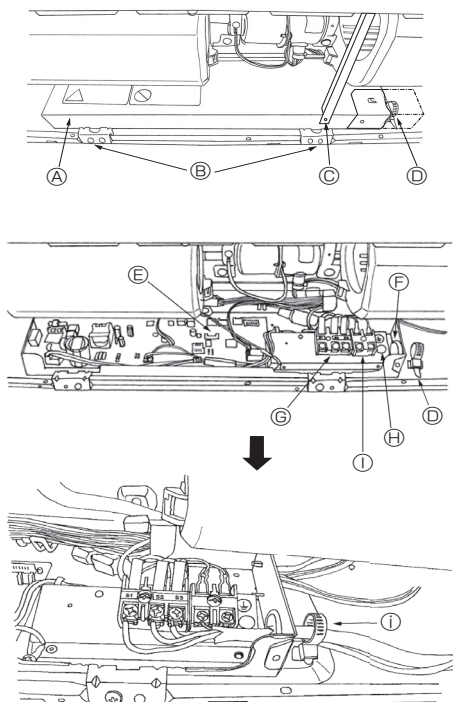

Fig. 6-1
6.1. Električno ožičenje (Fig. 6-1)